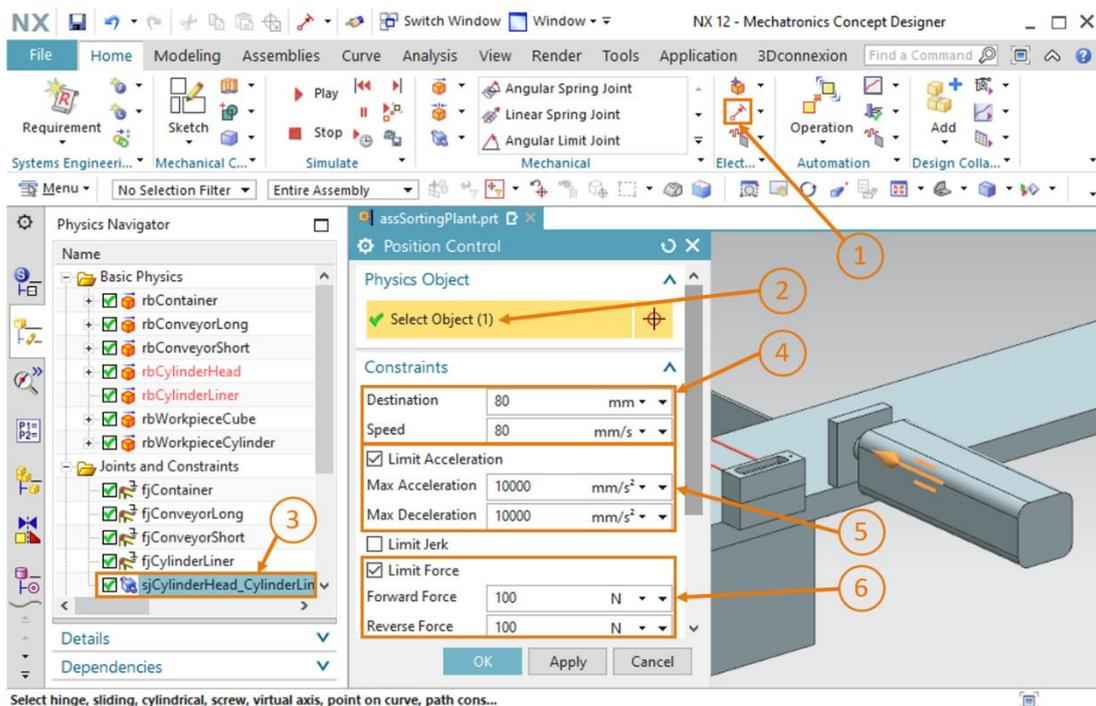

Figura 38: Creazione di un regolatore di posizione per l'estrazione dell'espulsore
→ Spostarsi nel gruppo di menu "Electrical" (Elettronica) e selezionare il comando "**Position Control**" (Regolatore di posizione) nel menu a discesa per gli attuatori (vedi Figura 38, step 1). Si apre la finestra di comando "Position Control". Nella scheda "**Physics Object**" (Oggetto fisico) selezionare il **giunto scorrevole** creato nel Capitolo 7.5 (vedi Figura 38, step 2 + 3). Assegnare i seguenti valori ai parametri della scheda "Constraints" (Vincoli):
- una **destinazione** (Destination) di **80 mm** e una **velocità** di estrazione (Speed) di **80 mm/s** (vedi Figura 38, step 4),
- attivare "**Limit Acceleration**" (Limita accelerazione) impostando un valore di **10000 mm/s2** per la massima accelerazione e il massimo rallentamento (vedi Figura 38, step 5),
- attivare "**Limit Force**" (Limita forza) impostando un valore di **100 N** per la forza in avanti e all'indietro (vedi Figura 38, step 6).